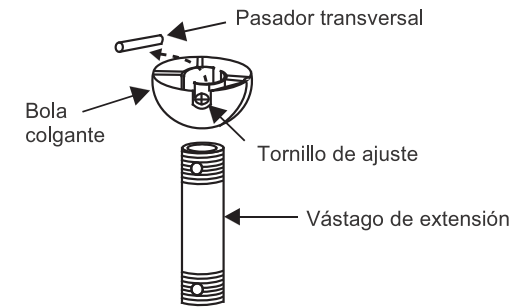

Fig. 7
Paso 5. Retire la bola de suspensión del conjunto del vástago de extensión aflojando el tornillo de fijación, desenroscándolo y quitando el pasador transversal y desenroscando la bola de la varilla. (**Fig. 7**)